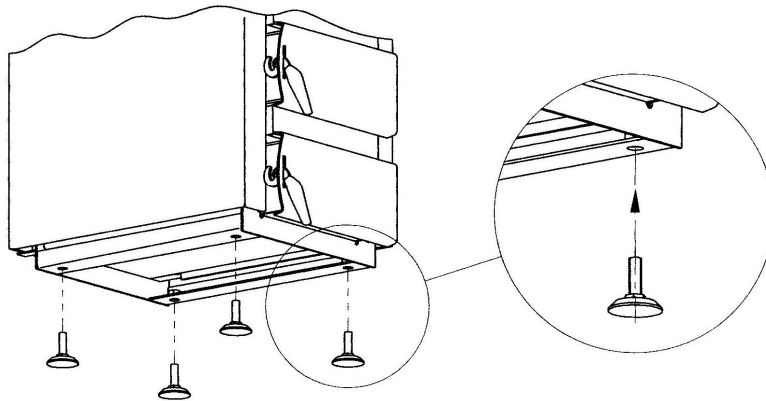

Abb. 3. Ausrichten des Kessels
A. Der Kessel ist auf einem brandsicheren Boden aufzustellen; es ist eine wärmeisolierende Platte, die mindestens 2 cm länger ist als die Kesselabmessungen unterzulegen. Sollte der Kessel im Keller betrieben werden, wird die Aufstellung auf einem Sockel von 5-10cm Höhe empfohlen. Der Kessel ist auszurichten. Zum Ausrichten des Kessels dient eine Stellschraube (4 St.) – mit dieser Schraube können die Stützfüße des Kessels verstellt werden. (Abb.3).